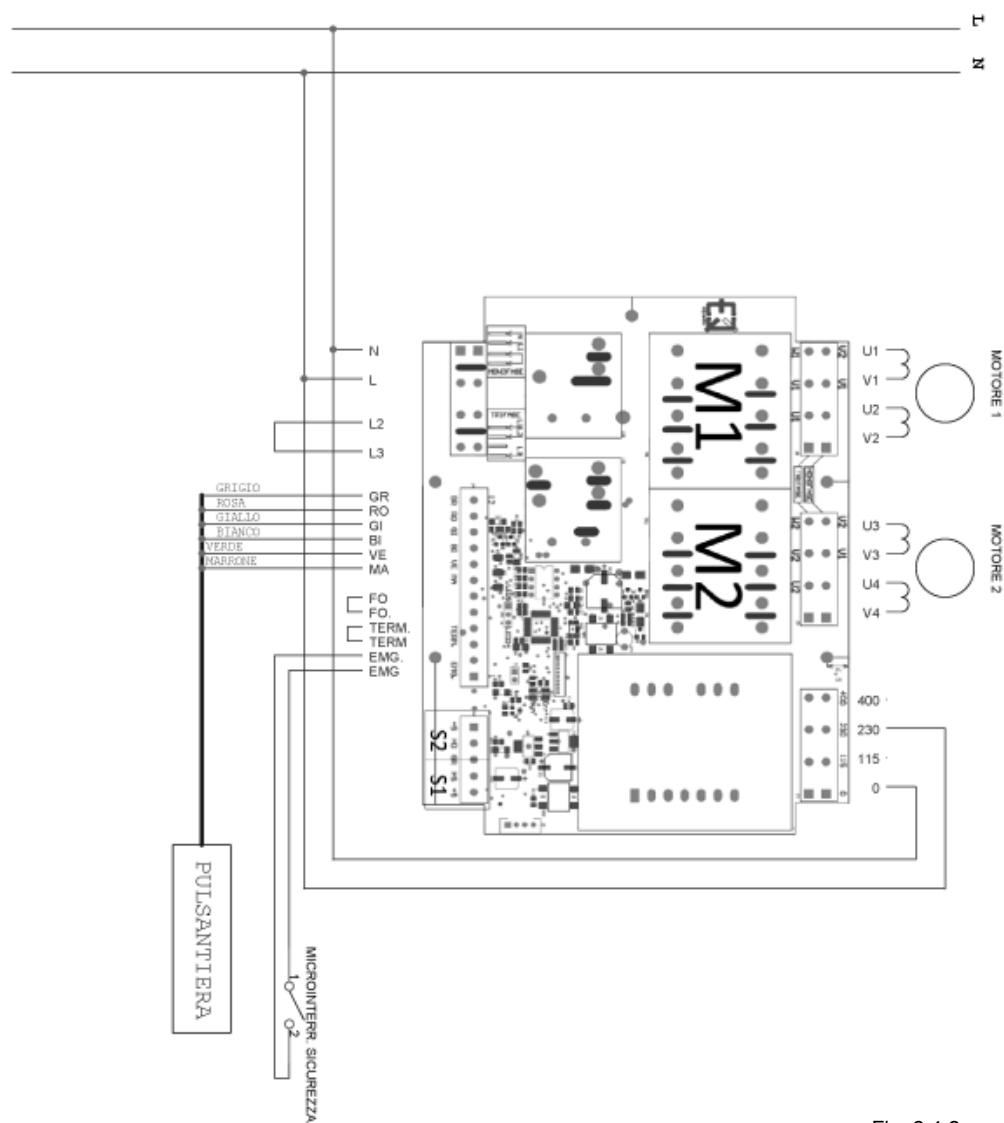

Fig. 2.4.2
2.4.2 - Diagrama eléctrico monofásico a 230V (Fig. 2.4.2)